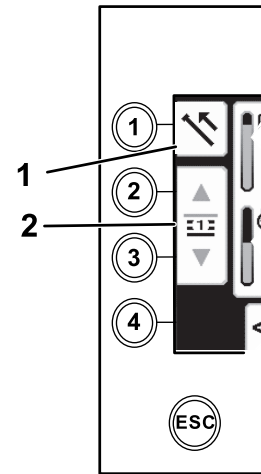

Figure 7
1. Appuyez sur le bouton 1 pour sélectionner l'option tirage de tige (Figure 7).
2. Appuyez sur les boutons 2 et 3 pour sélectionner la rangée où vous allez placer la tige (Figure 7).